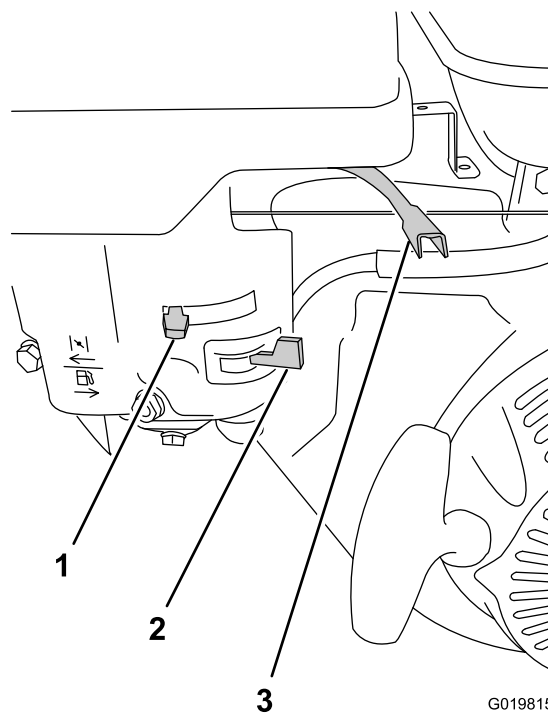

Figura 28
2. Mueva la válvula de combustible a la posición de ABIERTO, totalmente hacia la derecha (Figura 28).
3. Mueva la palanca del estarter a la posición de ACTIVADO (Figura 28).